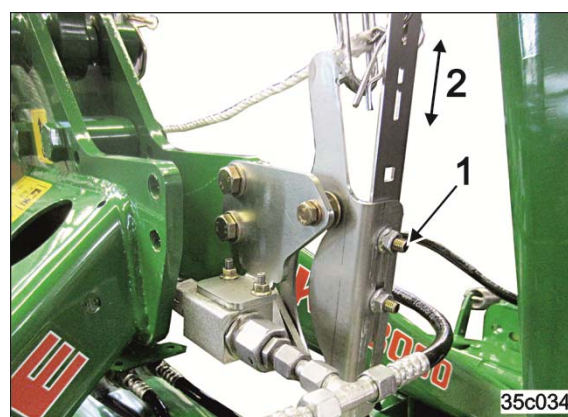

Рис. 140
1. Ослабьте гайки (Рис. 140/1).
2. Переместите крючок в требуемое положение (Рис. 140/2), чтобы был возможен подъем при работающем карданном вале.
3. Затяните гайки (Рис. 140/1)